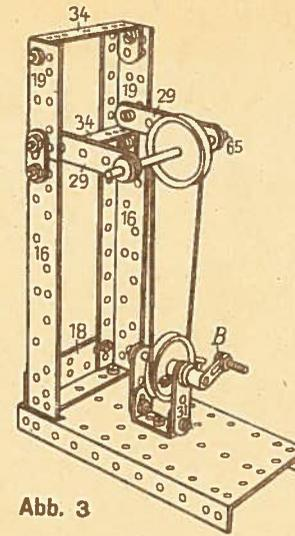

Abb. 3
- Abb. 3 Halbgekreuzter Schnurantrieb